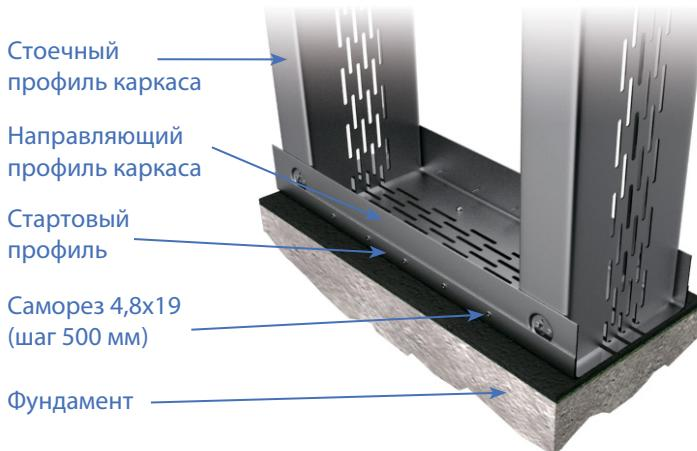

Рис. 7
6.2. Монтаж первого стенового каркаса начните от любого угла фундамента, в соответствии с планом раскладки панелей. Установите требуемый каркас в стартовый профиль. Произведите крепление каркаса к стартовой направляющей при помощи с/с винтов с обеих сторон (см. рис. 7). После этого каркас панели подоприте временными упорами (раскосами) с обеих сторон – по 2-3 штуки